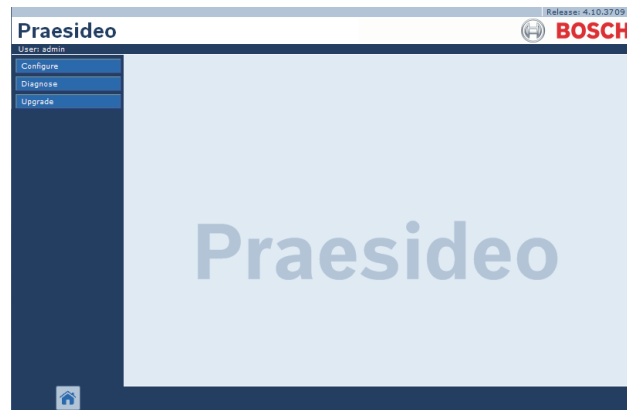

abbildung 37.8: Startseite des Webinterface.
- 5 Geben Sie den Benutzernamen in das Feld *User Name* und das Passwort in das Feld *Password* ein und klicken Sie auf *OK*, um die webbasierte Benutzeroberfläche zu öffnen. Es erscheint ein Bildschirm, der dem in abbildung 37.8 ähnelt.